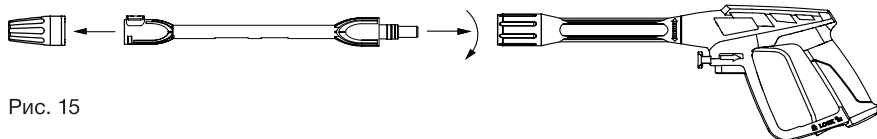

Рис. 15
3. Снимите насадку с удлинителя пистолета-распылителя (Рис. 15).